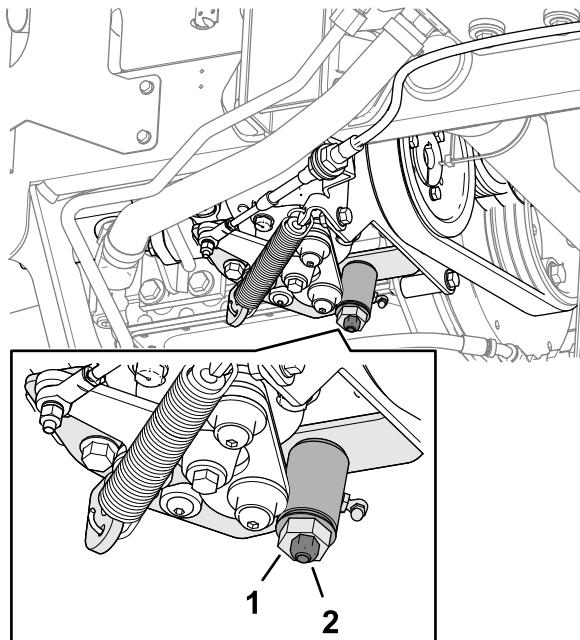

Bild 72
3. Lockern Sie die Sicherungsmutter an der Fahrantriebs-Einstellnocke (Bild 72).